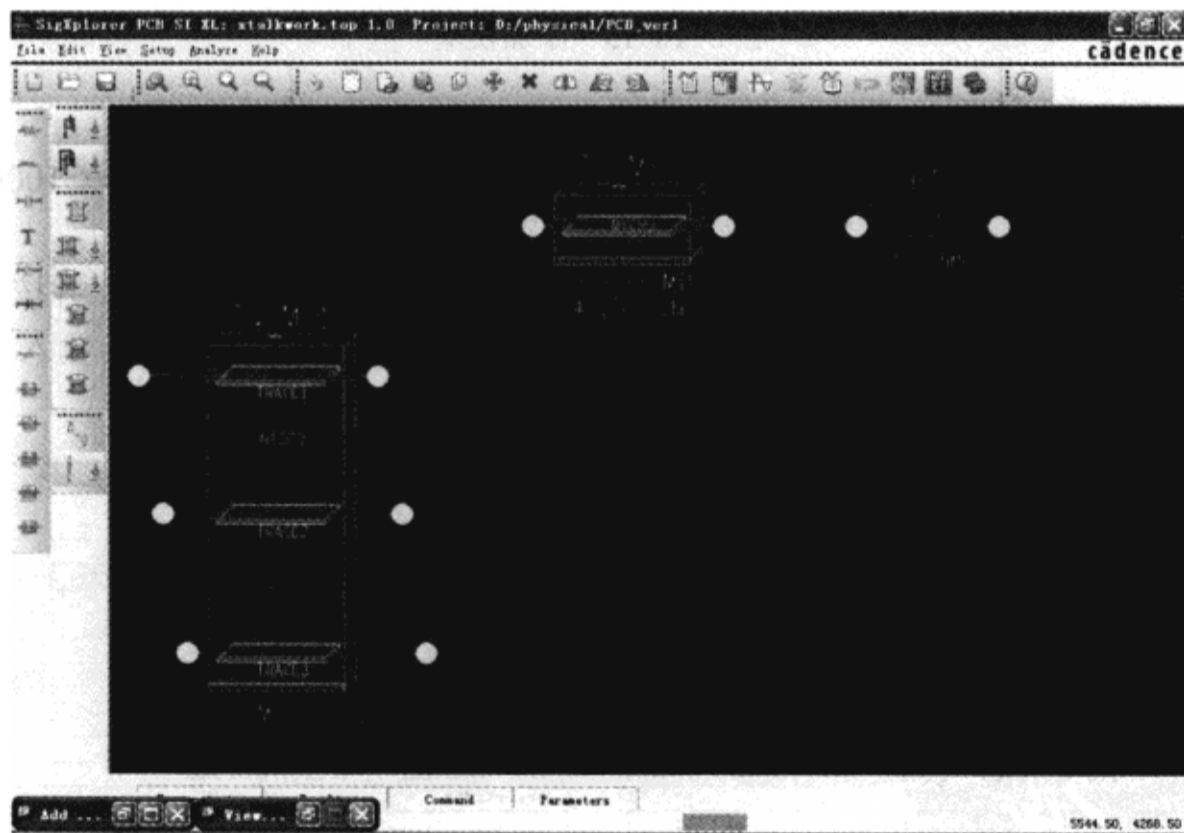

图 3-10-20 添加电阻
(2) 从“Add Element Browser”对话框的“Model Type Filter”栏选择“GenericElement”→在“Model Name”列表框中选择“Resistor”→在工作空间中单击鼠标左键摆放 resistor，如图 3-10-20 所示。